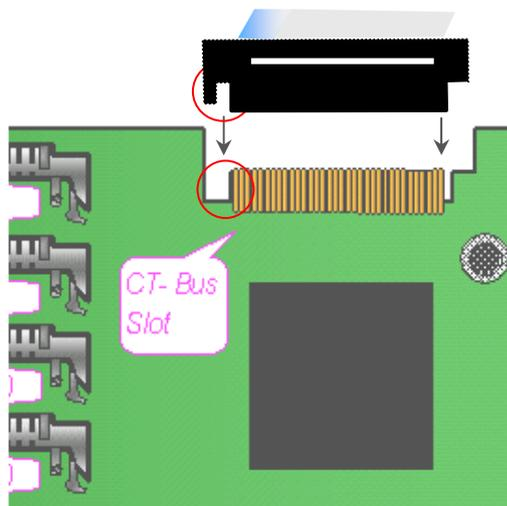

图 2-9 H.100 总线的接线方法
① 连接时需注意各插头按同一方向插入，不要扭转或插反，见图 2-9 所示。